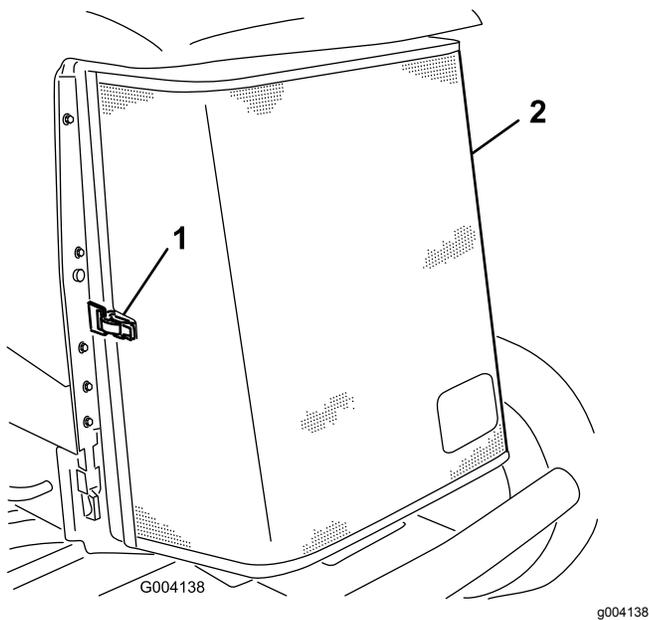

Рисунок 84
3. Откройте защелку и откиньте заднюю решетку (Рисунок 84).